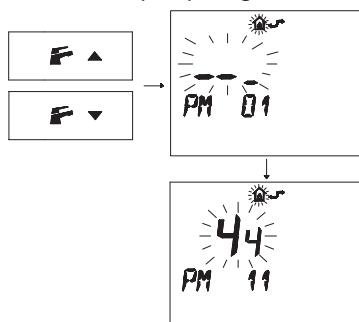

Figura 5.42
- Premere i pulsanti F (👉) o F (👇) per visualizzare la programmazione "PM11" della postcircolazione pompa (Figura 5.42).